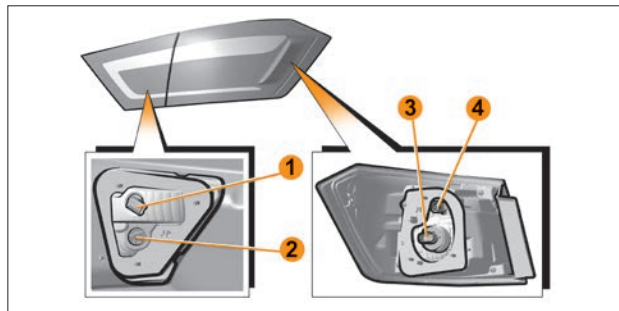

Рис. 13. Задние фонари
Для замены лампы света заднего хода **1** (рис. 13) необходимо:
- преодолевая сопротивление держателей, отогнуть обивку крышки багажника для доступа к патрон-разъему **1** (рис. 13). Во избежание повреждения обивки, отгибание производить на величину не более 7–8 см;
- повернуть патрон-разъем **1** (рис. 13) против часовой стрелки и вынуть его из посадочного места в сборе с лампой;
Для замены лампы габаритного огня **2** (рис. 13) необходимо: